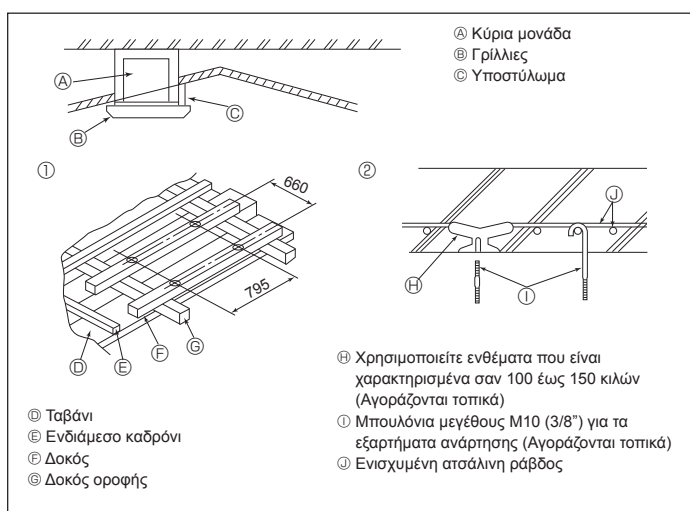

Fig. 3-5
3.5. Υποδομή ανάρτησης (Το μέρος του ταβανιού όπου θ' αναρτηθεί η μονάδα πρέπει να έχει ισχυρή υποδομή) (Fig. 3-5)